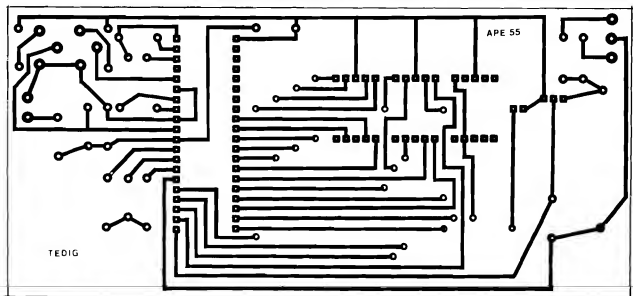

Fig. 2
-FIG. 2 - LAY OUT DO CIRCUITO IMPRESSO ESPECÍFICO - Como a placa reúne a acomodação tanto do (grande...) Integrado principal, todos os componentes acessórios (menos o transformador, único componente que fica fora da placa...), incluindo o próprio display numérico de três dígitos (na verdade, tecnicamente de 3 1/2 dígitos...), não há como fazê-la muito pequena... Mesmo assim, considerando os quesitos que normalmente usamos aqui em A.P.E., ou seja de manter "baixa" a complexidade, inclusive do desenho das ilhas e pistas cobreadas, acreditamos que o arranjo não ficou "assustador"... Basta um pouco de atenção e cuidado, durante a cópia e a traçagem, além da proverbial conferência, cuidadosa, ao final, para que tudo saia "nos conformes"... A figura mostra o arranjo de ilhas e pistas cobreadas, em escala 1:1 (tamanho natural...), e, apesar de mostrar uma certa "profusão" de caminhos e trilhas (condição inevitável, já que cada display tem vários segmentos a serem individualmente comandados...), não chega a ser "complicada"... Com um pouco de atenção e cuidado, o Leitor/Hobbysta poderá, sem problemas, confeccionar a placa sem grandes problemas... É lógico que, em lay outs desse tipo, envolvendo Integrados e